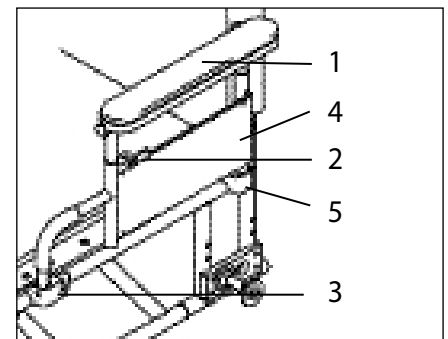

Abb. 3
B. ABNEHMBARE HÖHENEINSTELLBARE ARMLEHNEN (Abb. 3)